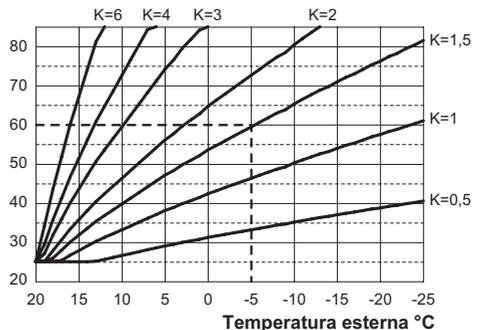

Figura 5.32
Se alla caldaia **È COLLEGATO** il comando remoto (opzionale) riferirsi alla Figura 5.32.
Quando si installa la sonda esterna bisogna impostare questo parametro in base al rendimento dell'impianto di riscaldamento per ottimizzare la temperatura di mandata (Figura 5.32).
Es. Per avere una temperatura di mandata all'impianto di riscaldamento di 60°C con una esterna di -5°C si deve settare un K di 1,5 (linea tratteggiata in Figura 5.32).
- Utilizzando i tasti 13 o 15 è possibile modificare il valore del parametro 14 da un minimo di **00** ad un massimo di **60** in base alla curva scelta del coefficiente K in Figura 5.32 (il valore letto sul display, in Figura 5.38, corrisponde a **K = 1,5**).